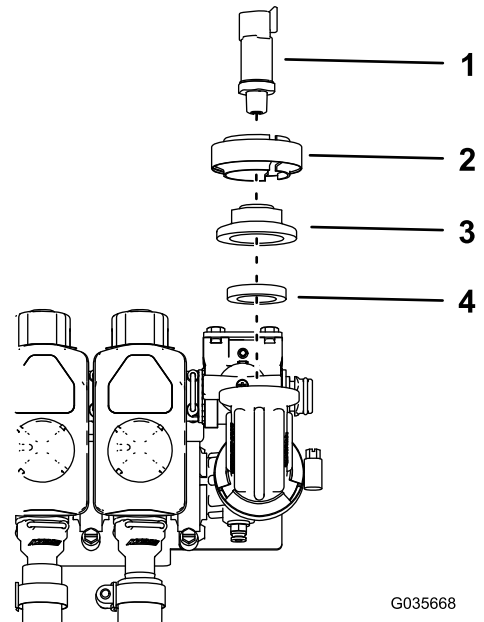

Figura 2
7. Instale la junta de brida, el acoplamiento del tapón y el transductor de presión, asegurándolos con la abrazadera del transductor que acaba de retirar (Figura 2).